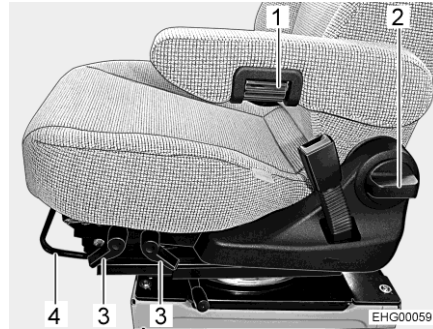

Bild 14 Sitzverstellung (Aguti GIS-Liner)
- Den Bügel (Bild 14,4) nach oben ziehen.
- Den entsprechenden Hebel (Bild 14,3) nach oben ziehen.
- Griff (Bild 14,2) drehen.
- Zur Feineinstellung das Rändelrad (Bild 14,1) drehen. Je nach Drehrichtung neigt sich die Armlehne nach oben oder unten.